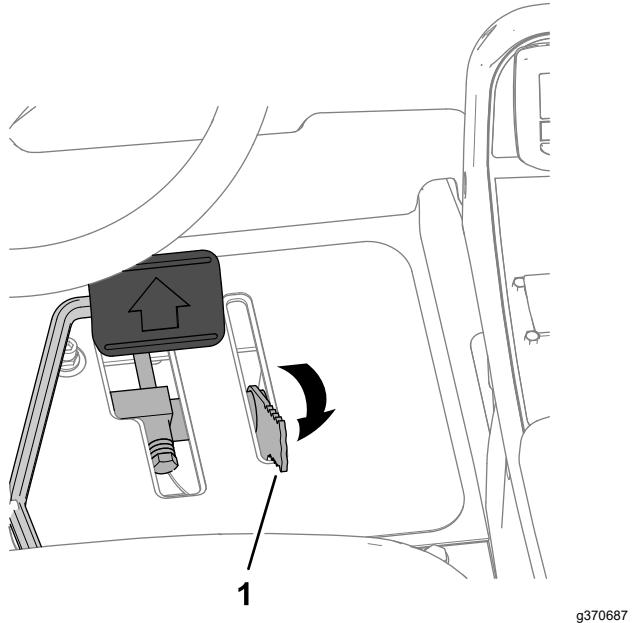

Figura 49
- Mueva la palanca del limitador de la velocidad de siega hacia atrás a la posición de TRANSPORTE (Figura 49).